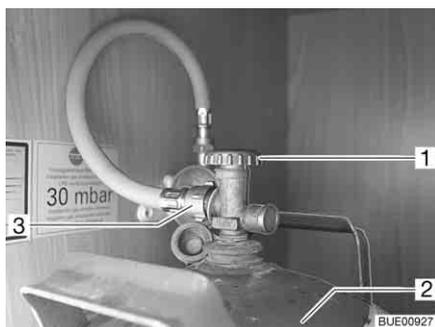

Fig. 113 Compartiment à gaz
- Fermer le robinet principal (Fig. 113,1) de la bouteille de gaz (Fig. 113,2). Observer le sens de la flèche.
- Dévisser la lyre (Fig. 113,3) de sur la bouteille de gaz.